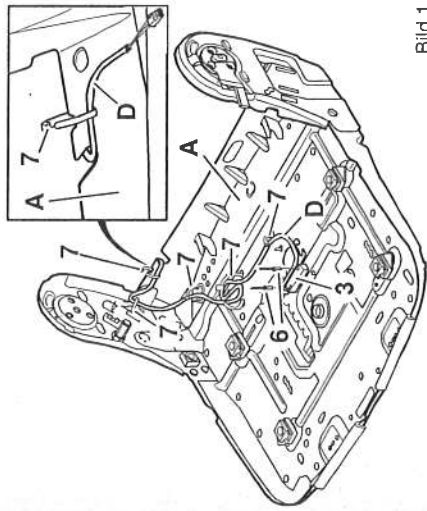

Bild 1
- 7 Falls weiterer Verlauf von Kabel (D) nur bis Kabelaustritt an der Rückseite der Sitzplatte (A) **; (Bild 1) Stellen kennzeichnen, an denen das Kabel (D) mit Kabelbinder (7) an der Sitzplatte (A) befestigt ist, und Kabelbinder (7) entfernen. Sitzschalter (3) abnehmen.